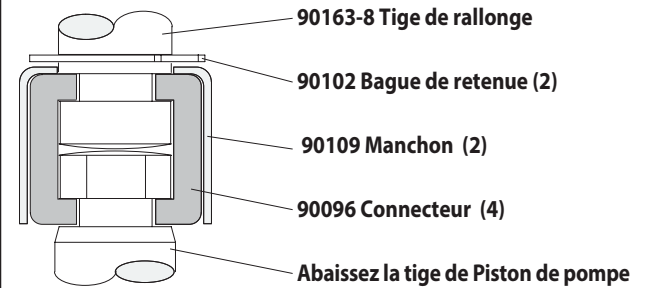

Figure 2
4. À l'aide de la pince à circlips-e, glissez la bague de retenue assez loin pour laisser le manchon déplacer vers le haut et les deux connecteurs de sortie (voir figure 2). Mettre de côté le moteur pneumatique.